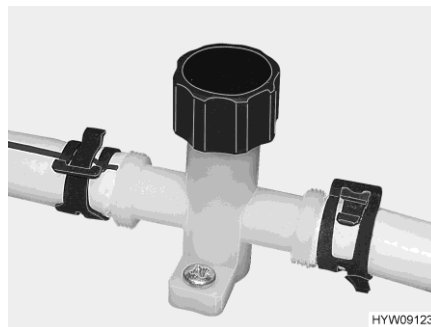
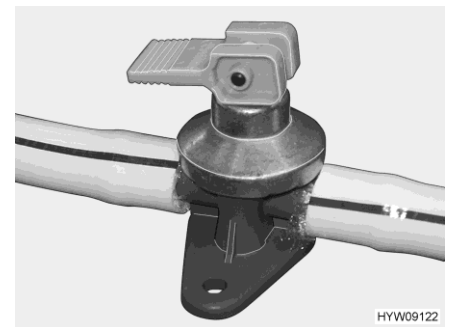

Fig. 125 Rubinetto di scarico (tubatura dell'acqua)
Fig. 126 Rubinetto di scarico (boiler Alde)
- Chiudere i rubinetti di scarico. Ruotare i coperchi (Fig. 125) in senso orario e posizionare la leva a bilanciere (Fig. 126) in posizione orizzontale.
- Aprire i rubinetti di scarico. A questo scopo, ruotare il coperchio (Fig. 125) in senso antiorario e posizionare verticalmente la leva a bilanciere (Fig. 126).